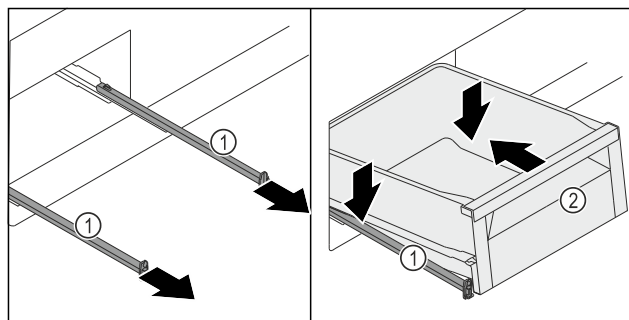

Fig. 123
- Изтеглете релсите Fig. 123 (1).
- Задръжте здраво релсите Fig. 123 (1) и поставете чекмеджето Fig. 123 (2) под ъгъл отгоре върху релсите Fig. 123 (1).
- Избутайте чекмеджето Fig. 123 (2) върху релсите Fig. 123 (1) докрай назад.